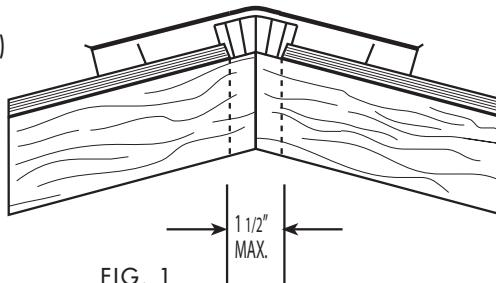

FIG. 1
**Nouveaux Toits** - Laisser réduire ou l'ouverture pas plus large que 19 mm (3/4 po) de chaque côté du poteau le long des crêtes avec des pôles de crête; 38 mm (1-1/2 po) max sur les crêtes avec des fermes de toit standards (voir Fig. 1 et Fig. 2).